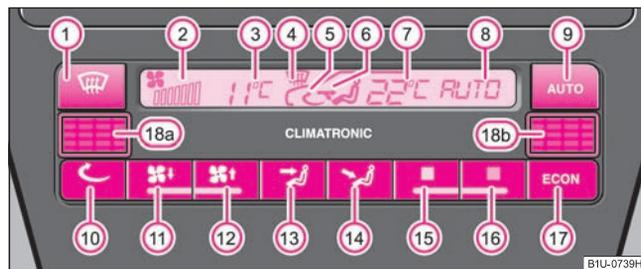

Fig. 102 Climatronic: Eléments de commande
- Appuyez sur la touche **AUTO** ⇒ page 93, fig. 102.
Appuyez sur les touches **17** **ECON** et **9** **AUTO** et maintenez-les enfoncées ⇒ page 93, fig. 102. L'écran affiche les chiffres conformément à l'unité de mesure de température désirée.
- Appuyez sur la touche  ⇒ page 93, fig. 102.
Si le pare-brise s'embue appuyez sur la touche  **(1)** ⇒ page 93, fig. 102. Une fois le pare-brise désembué, appuyez sur la touche **(AUTO)**. ■
- Appuyez sur la touche **(11)** ou **(12)** ⇒ page 93, fig. 102 pour diminuer ou augmenter la vitesse.